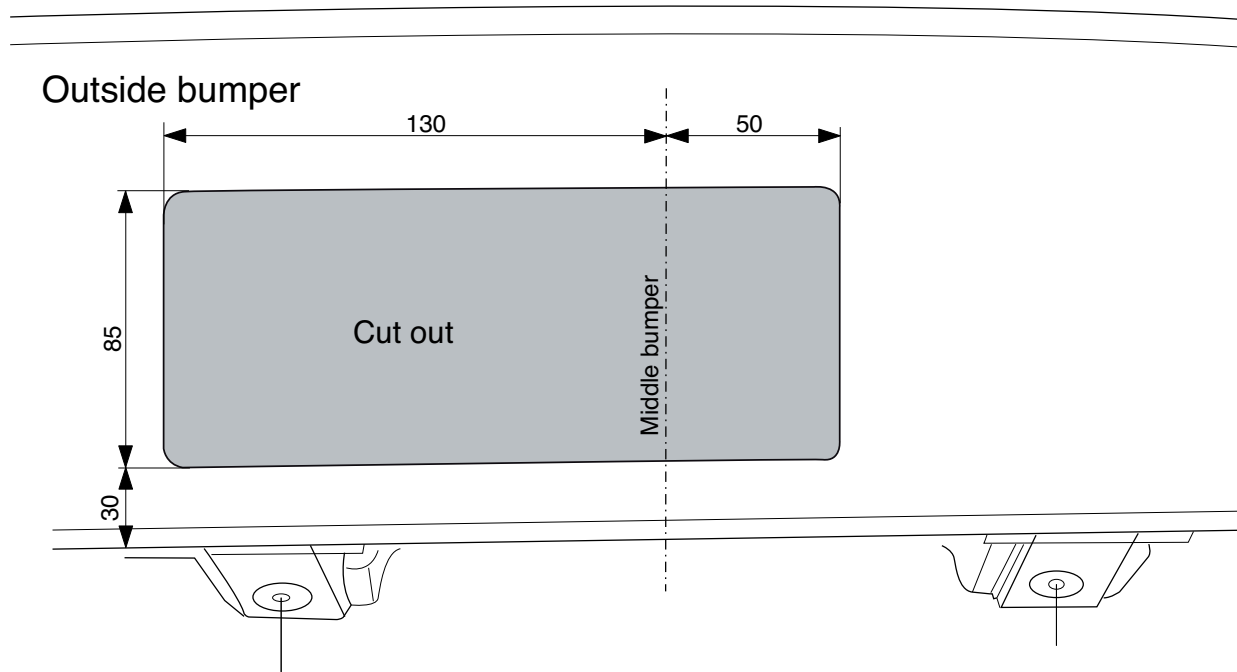

Fig.4
11. **Для моделей без кожуха бампера:** Выпилить обозначенную часть, как указано на рис. 4.